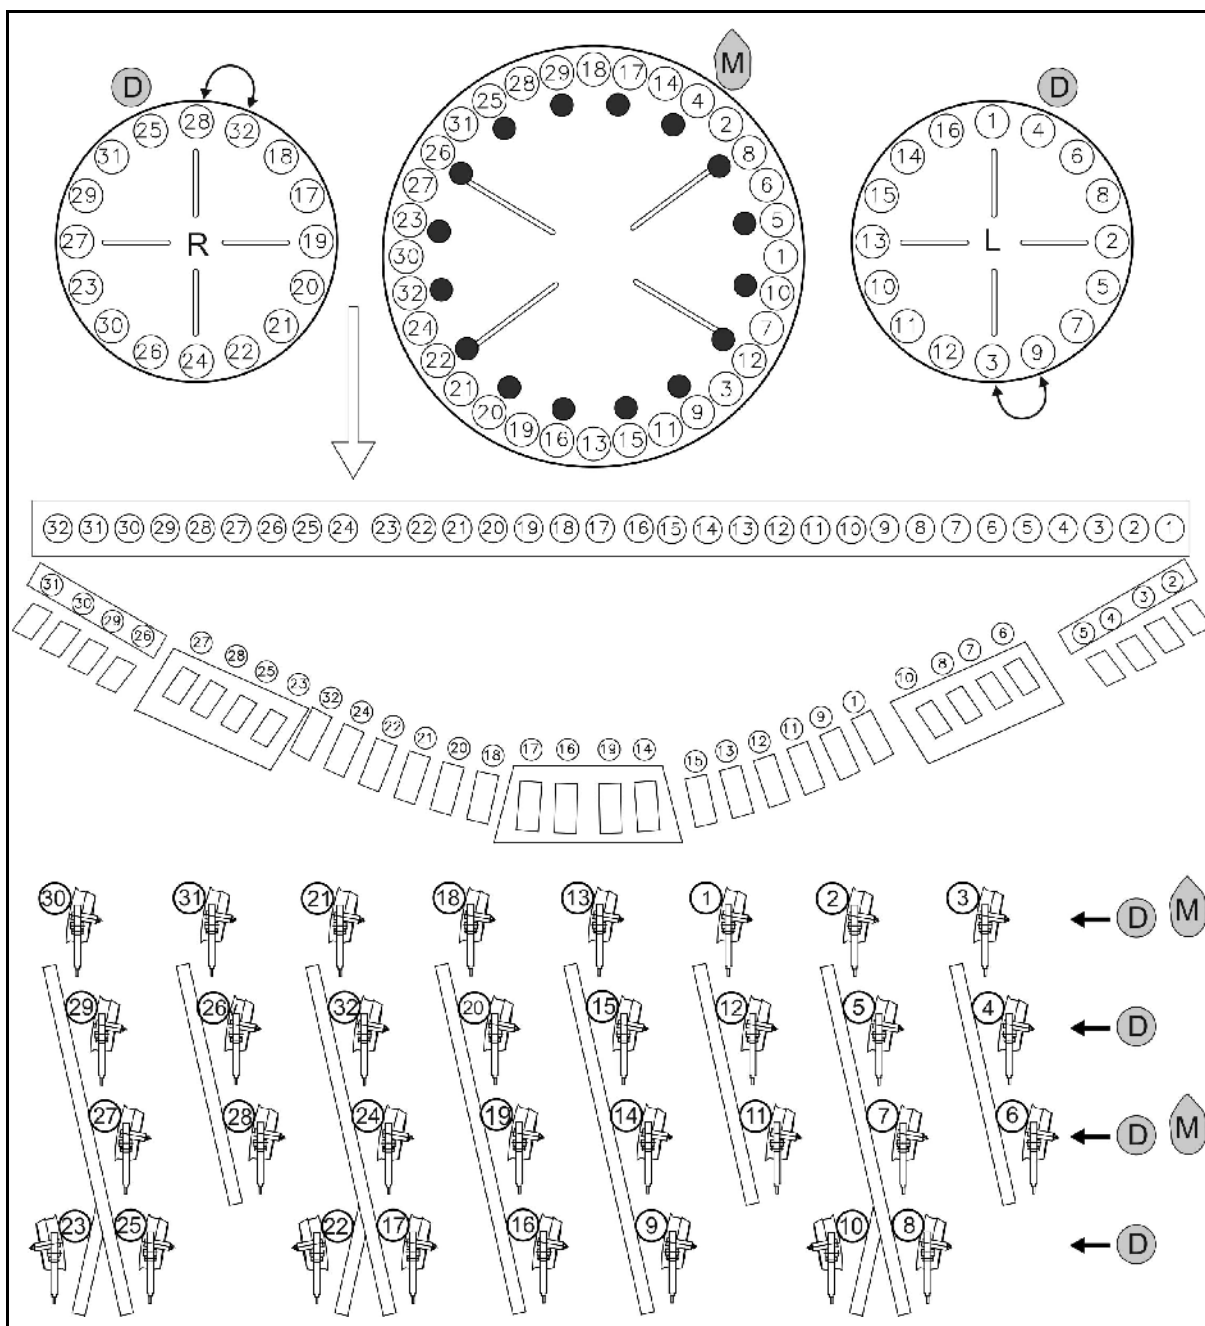

Рис. 53
- Кукуруза ^M: установите заглушки  согласно Рис. 53.